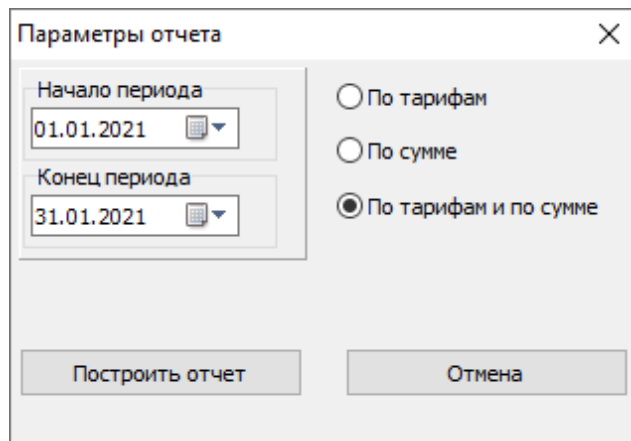

Рисунок 152 – Отчет по потреблению по тарифам – Параметры отчета
- **Отчет по потреблению по тарифам** – формируется для группы учета, выбираемой в дереве **Объекты учета** и показывает начальные и конечные значения показаний, потребления за период, информацию о потерях в линиях электропередачи и трансформаторах суммарно и/или по тарифам (в зависимости от выбора при настройке параметров отчета перед его построением) – см. рисунок 152. Также в отчете содержатся данные о типе абонента – юридическое или физическое лицо, номере лицевого счета, заводском номере прибора учета и коэффициенте трансформации.